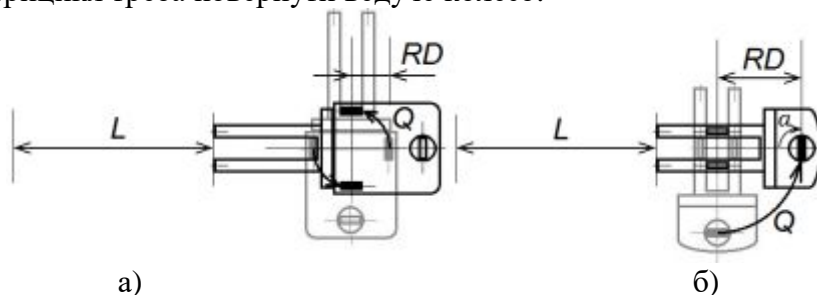

Рис. 1. Рух триколісного робота (а) та розворот з мінімальним радіусом (б)
**Робот з диференційним приводом** (рис. 1,а) має два мотора, по одному на кожне колесо (рис. 1). Зміна напрямку руху здійснюється за рахунок різних швидкостей коліс.
**Триколісний робот типу трицикл** (рис. 1,б) має два неповоротних опорних колеса та ведуче (приводне) рульове колесо з двома моторами — один для руху, інший для руління.